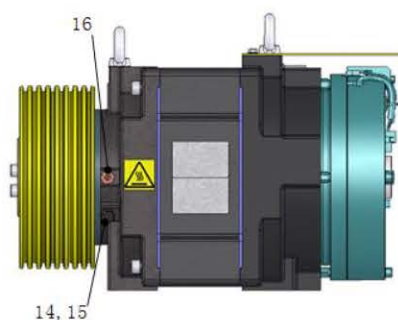

图 8-1 排脂孔螺塞、垫片及油杯位置示意
PML145 额定载荷为 450kg 的曳引机，采用全寿命周期润滑的密封轴承，无须添加润滑脂；额定载荷 630~1000kg 的曳引机，近曳引轮侧轴承须定期注油脂润滑。排脂孔螺塞 14、垫片 15 及油杯 16 位置示意图见图 8-1（拆除曳引轮防护罩）。
- 3) 将油杯 16（图 8-1）擦拭干净。
- 4) 拆下排脂孔螺塞 14 和垫片 15（图 8-1）。